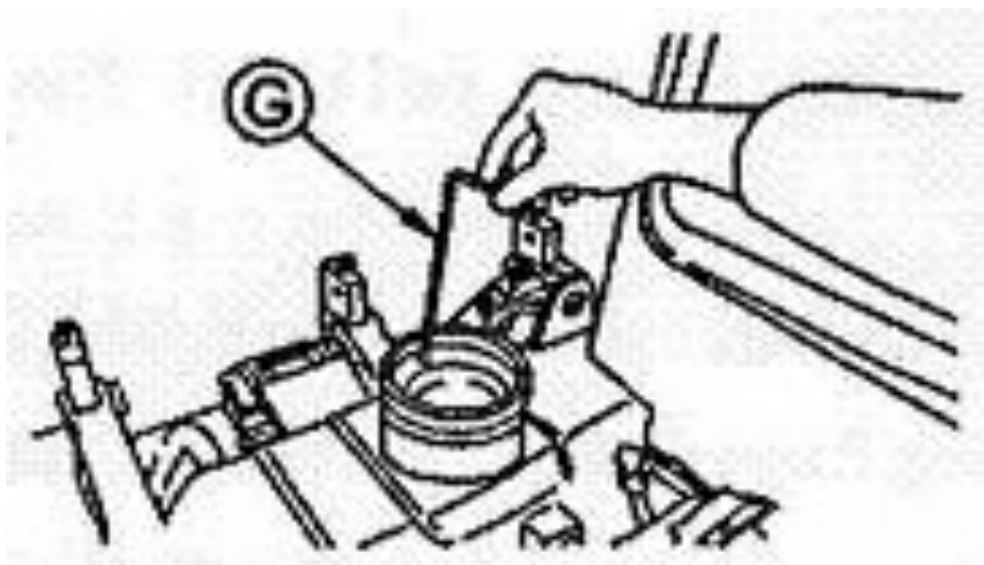

Рис. 19
5. Проверить уровень топлива (Рис. 19)